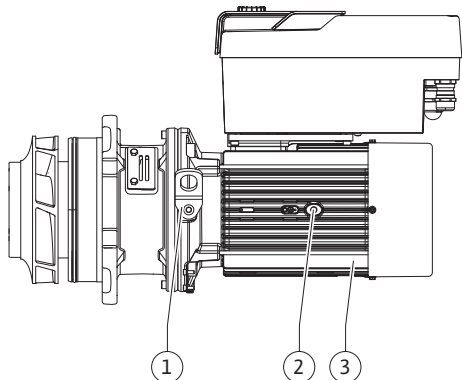

Fig. 108: Set di innesto
13. Introdurre il set di innesto (vedi Fig. 108) nel corpo pompa nella posizione precedente o in un'altra posizione angolare desiderata. Attenersi alle posizioni di montaggio ammesse per i componenti (vedi capitolo "Posizioni di montaggio ammesse e modifica della disposizione dei componenti prima dell'installazione" [► 23]).
14. Si consiglia l'impiego dei perni di montaggio (vedi capitolo "Accessori" [► 18]). Quando la guida della lanterna ha fatto presa in modo evidente (ca. 15 mm prima della posizione finale) non c'è più alcun pericolo di ribaltamento o di inclinazione. Una volta fissato il set di innesto con almeno una vite (Fig. I/III, pos. 10 o Fig. III/IV, pos. 29), è possibile rimuovere i mezzi di fissaggio dagli occhioni di trasporto.
15. Avvitare le viti (Fig. I/III, pos. 10 o Fig. III/IV, pos. 29), ma non serrarle ancora definitivamente. Mentre si avvitano le viti, il set di innesto viene tirato all'interno della pompa.